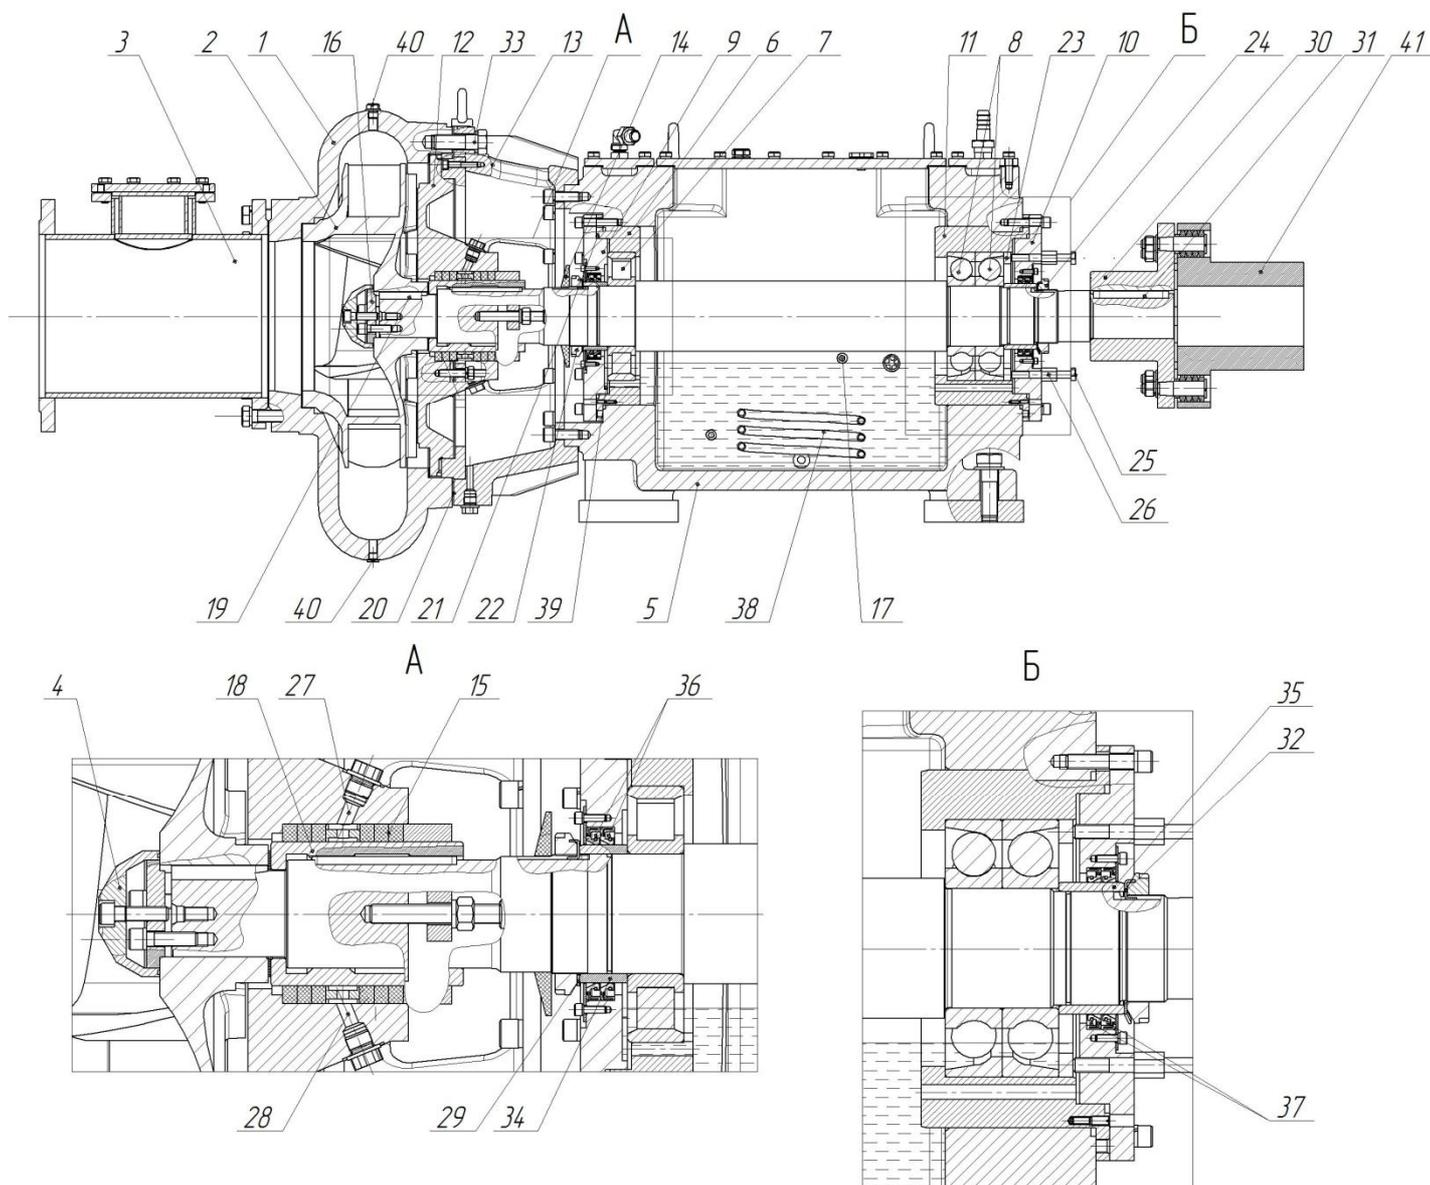

Рис.2 Разрез насоса типа НФ3 200/400.510-6.400/4-400.
ции использовать технологическое приспособление (Приложение 3 Рис.6) к выходному фланцу корпуса спирального поз.1 рис.2 (рым-петли). При повороте корпуса спирального по посадке на фланце обеспечить минимально необходимый зазор между торцами фланца корпуса спирального поз.1 рис.2 и фонаря поз.13 рис. 2 с целью исключения повреждения прокладки поз.20 рис.2. При этом обеспечивать упор со стороны входного фланца корпуса спирального поз.1 рис.2 с целью исключения схода корпуса спирального с посадки по фонарю поз.13 рис.2.
- е) демонтировать корпус спиральный поз.1 рис.2;
- ж) демонтировать шайбу защитную поз.4 рис.2;
- з) демонтировать шайбу крепления рабочего колеса поз.16 рис.2;
- и) демонтировать рабочее колесо поз.2 рис.2;
- к) демонтировать корпус уплотнения поз.12 рис.2;
- л) демонтировать фонарь поз.13 рис.2.
- м) демонтировать втулку защитную поз. 18 рис.2.
- б) демонтировать (при необходимости) полумуфту насоса поз. 30 рис.2;
- в) открутить гайку крепления подшипника поз.24 рис.2.
- г) демонтировать крышку заднего стакана подшипника поз. 10 рис.2;
- д) демонтировать нажимное кольцо поз. 23 рис.2;
- е) демонтировать отбойник поз.14 рис.2;
- ж) открутить гайку крепления подшипника поз.22 рис.2.
- з) вынуть вал из кронштейна вместе с подшипниками, при этом не допускать значительного перекоса вала с целью исключения повреждения охладителя поз.38 рис.2;
- и) снять (при необходимости замены) с вала подшипники поз.7,8 рис.2 с втулками защитными поз. 34,35 рис.2.
Регулировка зазора в подшипниках поз.8 рис.2 выполнять с помощью регулировочных болтов М12 поз. 25 рис.2 с контргайками поз.26 рис.2, осевой люфт вала должен быть 0,04-0,06мм.